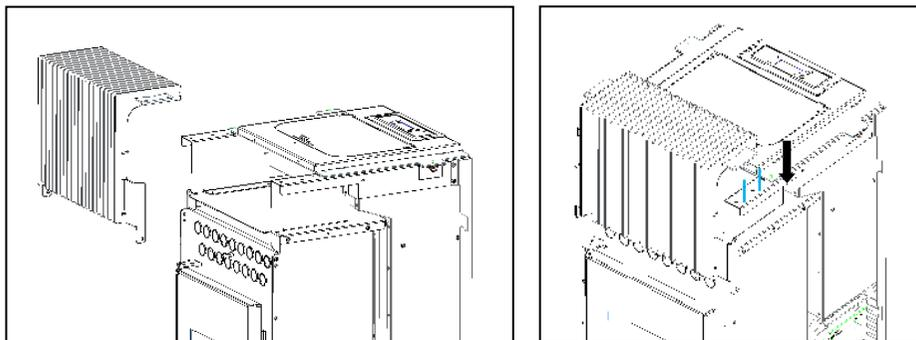

Figura 34– Montaggio la griglia anteriore
b) L'attrezzatura Pine, Leaf e Aspen; fissare la griglia frontale in corrispondenza dei fori della griglia con i fori delle apparecchiature (Figura 34).